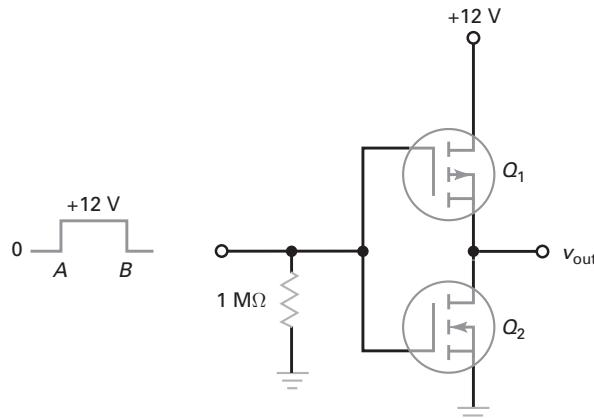

Figura 12-53
- 12-20** Os MOSFETs na Figura 12-53 têm $R_{DS(\text{lig})} = 250 \Omega$ e $R_{DS(\text{desl})} = 5 \text{ M}\Omega$. Qual é a forma de onda na saída?
- 12-21** O MOSFET superior na Figura 12-53 tem estes valores: $I_{D(\text{lig})} = 1$ mA, $V_{DS(\text{lig})} = 1$ V, $I_{D(\text{desl})} = 1 \mu\text{A}$ e $V_{DS(\text{desl})} = 10$ V. Qual é a tensão na saída quando a tensão na entrada é baixa? E quando ela é alta?
12-22 Uma forma de onda quadrada com valor de pico de 12 V e uma frequência de 1 kHz na entrada é a Figura 12-53. Descreva a forma de onda na saída.
12-23 Durante a transição de baixa para alta na Figura 12-53, a tensão na entrada é de 6 V por um momento. Nesse instante, os dois MOSFETs têm resistências ativas de $R_D = 5 \text{ k}\Omega$. Qual é a corrente no dreno neste instante?
- 12-41** O inversor CMOS na Figura 12-53 usa MOSFETs com $R_{DS(\text{lig})} = 100 \Omega$ e $R_{DS(\text{des})} = 10 \text{ M}\Omega$. Qual é o consumo de potência quiescente do circuito? Quando uma forma de onda quadrada